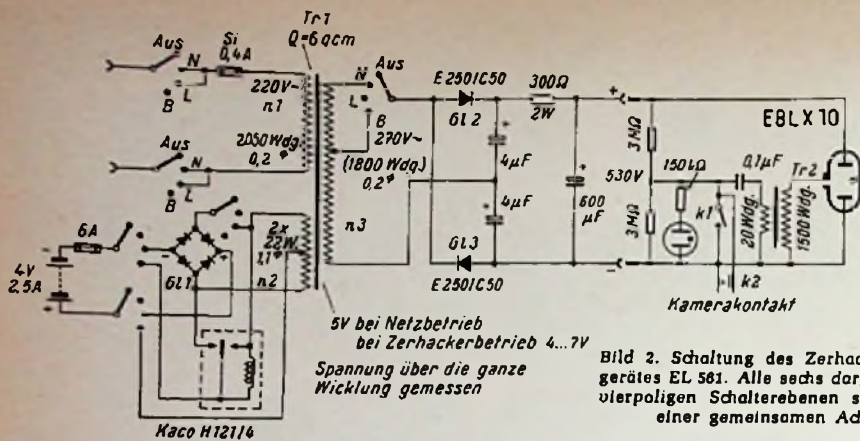

Bild 2. Schaltung des Zershacker-Blitzgerätes EL 581. Alle sechs dargestellten vierpoligen Schalterebenen sitzen auf einer gemeinsamen Achse
Nach dieser abschweifenden, aber vielleicht doch ganz interessanten Betrachtung kommen wir nun zu der eigentlichen Bauanleitung. Gewählt wurde ein Zershacker-Blitzgerät, für dessen Aufbau große Erfahrungen und zweckmäßige Einzelteile vorhanden sind. Das Gerät wurde in eine große Fototasche eingebaut (Bild 1), die außerdem noch genügend Platz bietet, um die Kamera selbst unterzubringen, so daß man auf Reisen alles geschlossen beieinander hat. Die Schaltung ist in Bild 2 dargestellt. In der unteren Schalterstellung B = Blitzen wird die Spannung eines 4-V-Akkumulators für Blitzgeräte von der Firma Sonnenschein durch einen Kaco-Zershacker in Wechselspannung umgeformt. Sie liegt an der Wicklung n 2 des Übertragers, wird in n 3 auf ca. 270 V hochtransformiert, in einer Spannungsverdopplerschaltung gleichgerichtet und ladet dann den 600-μF-Blitzkondensator auf rund 530 V auf. Das Gerät hat also einen Nennwert von
- 1 Universal-Transformator 220 V/250 V/4 V. Daten siehe Bild 2
- 1 Niederspannungs-Gleichrichter (Gl 1 in Bild 2) Brückenschaltung, 20 V/0,5 A
- 2 Flachgleichrichter (Gl 2, Gl 3 in Bild 2), Typ E 250 C 50, Siemens